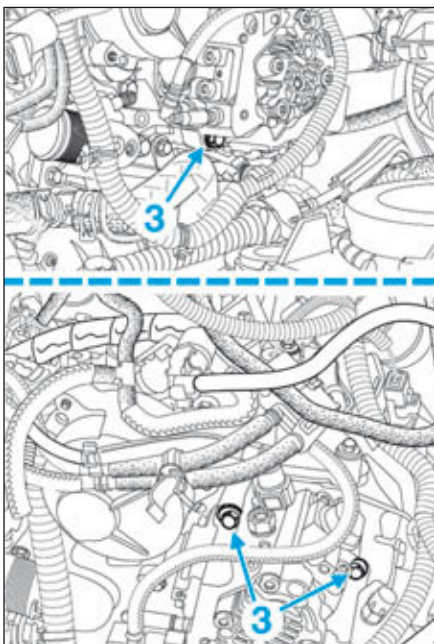

FIG.139
- Déposer les trois vis (3) (Fig.139) de la pompe haute pression.